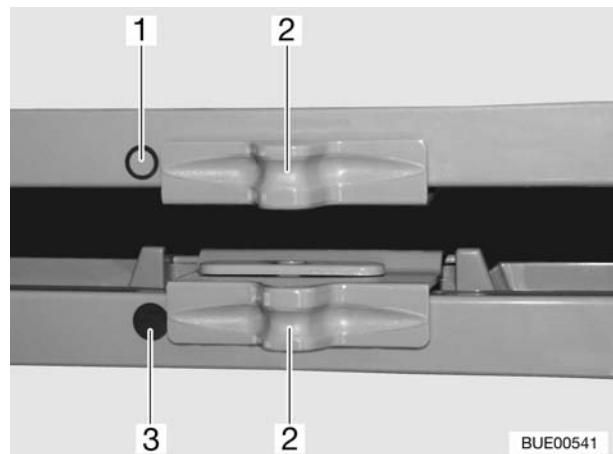

Fig. 173 Bloccaggio della porta del frigorifero/ del vano congelatore
- Spingere il bloccaggio (Fig. 173,2) di lato in modo che l'anello "O" (Fig. 173,1) sia visibile.
- Spingere il bloccaggio (Fig. 173,2) di lato in modo che l'intero punto "●" (Fig. 173,3) sia visibile.